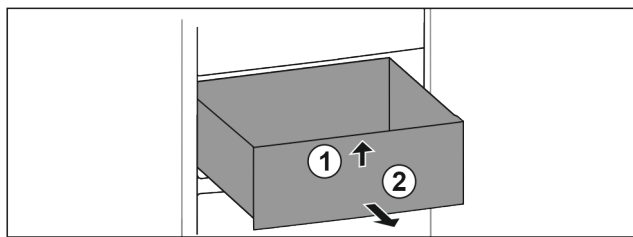

Fig. 78
- Sollevare il cassetto dal davanti. Fig. 78 (1)
- Rimuovere il cassetto tirandolo in avanti. Fig. 78 (2)